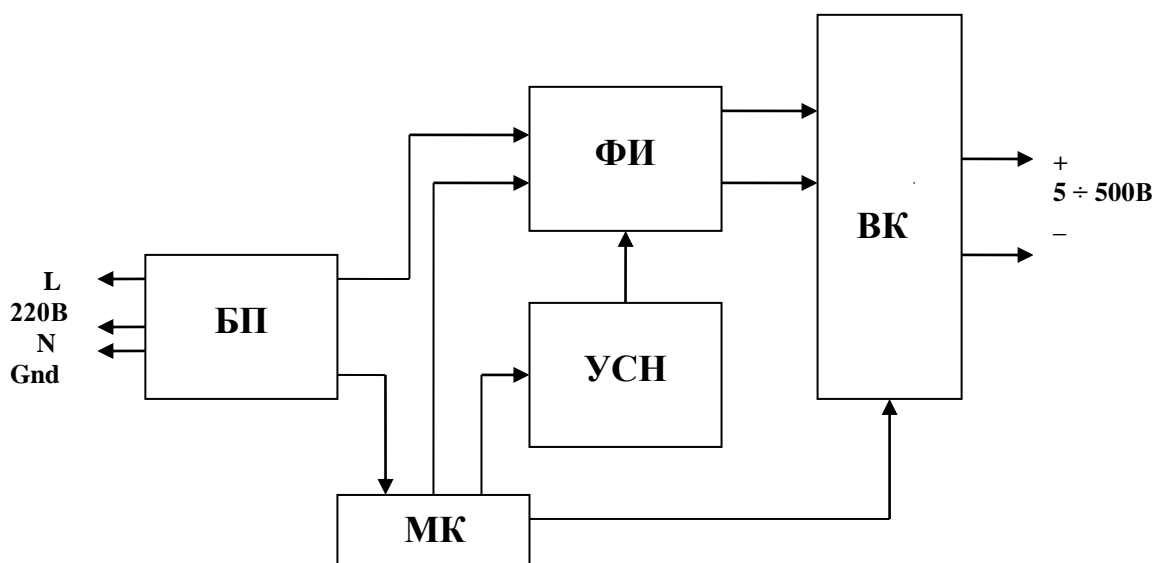

Рис.1 Структурная схема испытательного генератора ИГМ 05.1
4.1 Структурная схема испытательного генератора ИГМ 05.1 представлена на **рис.1**.